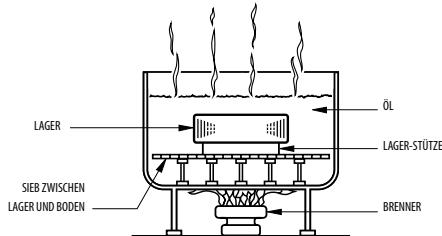

Abb. 16: Methode zur Wärmeausdehnung.
- In Abb. 16 ist das Ölbad dargestellt. Das Lager sollte sich nicht in direktem Kontakt mit der Wärmequelle befinden.